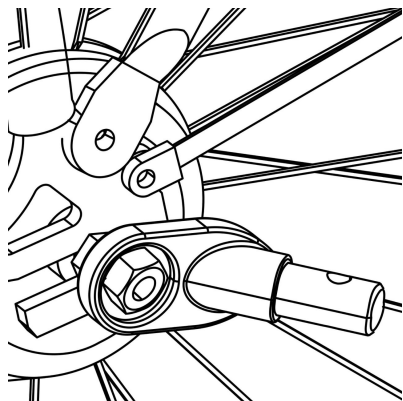

Rysunek 11
1. Oś szybkozamykająca : Zdjąć szybkozamykacz z lewej strony tylnej osi roweru. Zamontować zaczep pomiędzy szybkozamykaczem a ramą. Dokręć szybkozamykacz zgodnie z instrukcją producenta roweru. Zaczep może pozostać na rowerze po zdjęciu przyczepki (Rysunek 11).